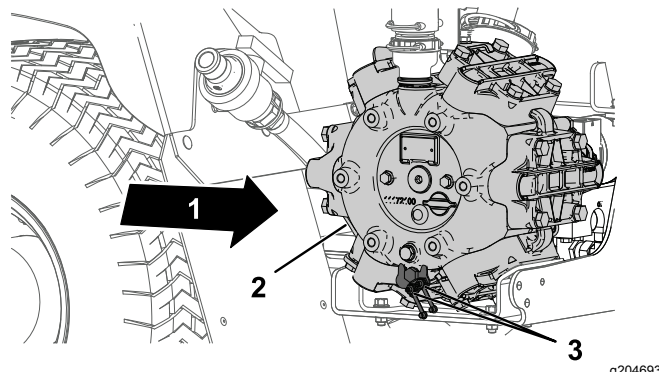

Figure 67
- Essuyez les 2 graisseurs à distance pour les nettoyer (Figure 67).
- Point de graissage (2)
- Injectez de la graisse dans le graisseur à distance (Figure 67).